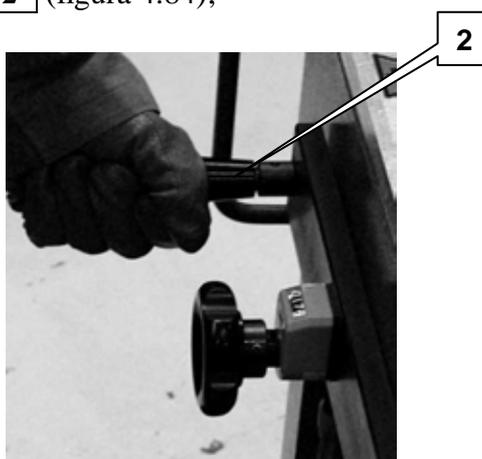

Figura 4.84 – Apertura della maniglia di presa
4. aprire la maniglia di presa **2** (figura 4.84);